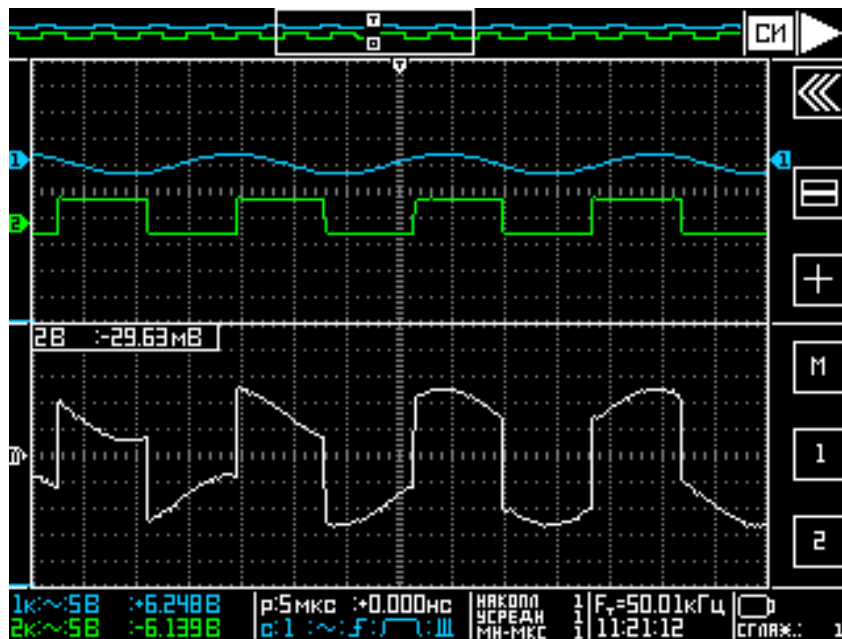

Рисунок 3.4 – Окно "ФУНКЦИЯ" - режим математической обработки сигналов (Пример)
- "ФУНКЦИЯ". Позволяет производить суммирование/умножение сигналов обоих каналов между собой с масштабом одного из каналов (рисунок 3.4);